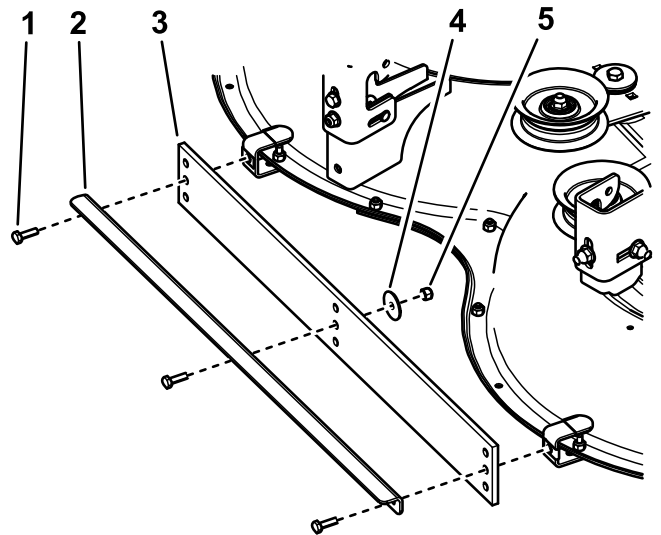

**Bild 2**
4. Befestigen Sie die Halterungen in den Löchern, die in **Bild 2** abgebildet sind. Drücken Sie die Gummikappe der Halterung eng gegen die Rückseite des Mähwerkes und ziehen Sie sie an.